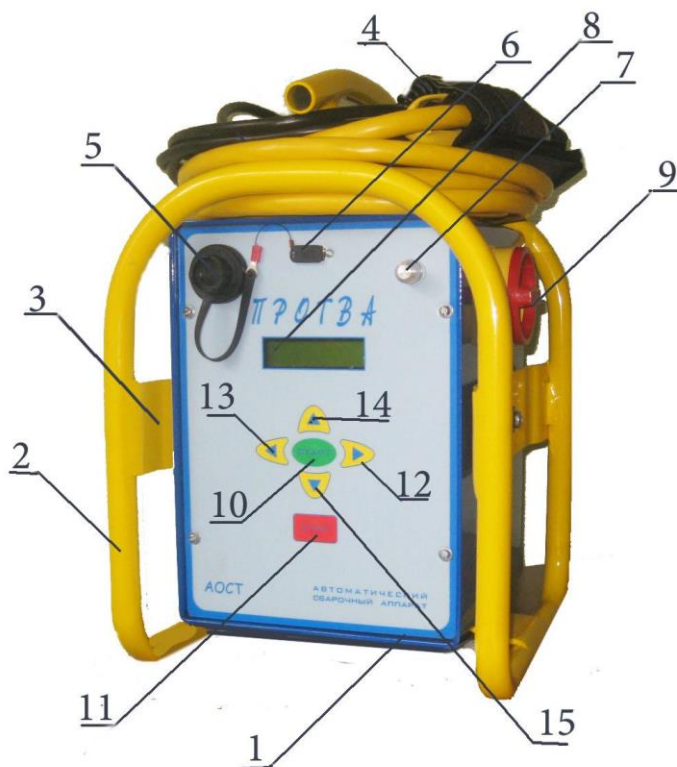

Рис.2. Аппарат «ПРОТВА» вид спереди.
10.5. Для записи архива сварных соединений на переносной USB флеш накопитель вставьте флеш накопитель в разъем (п. 5 рис. 2).